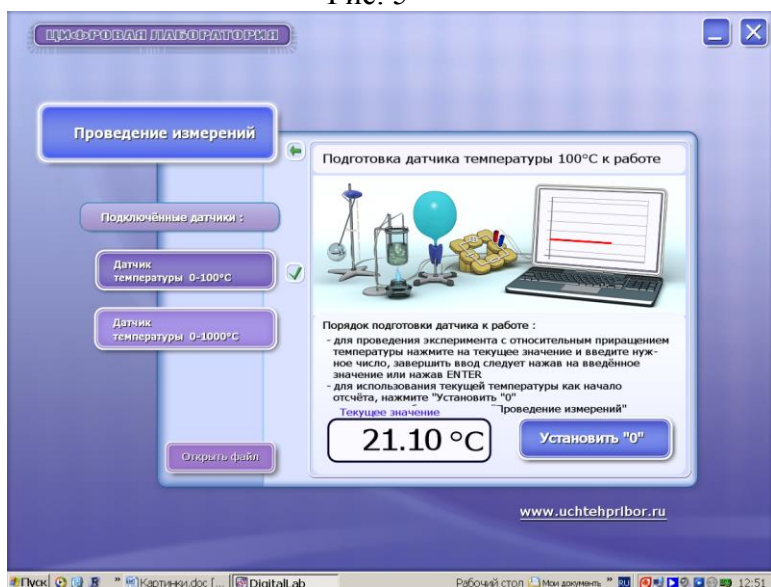

Рис. 6
- 5.9. Изучите раздел «Подготовка к работе и проведение измерений» паспорта на используемый датчик. Проведите подготовку к работе в соответствии с целью эксперимента и рекомендациями на экране компьютера (см. рис. 6).